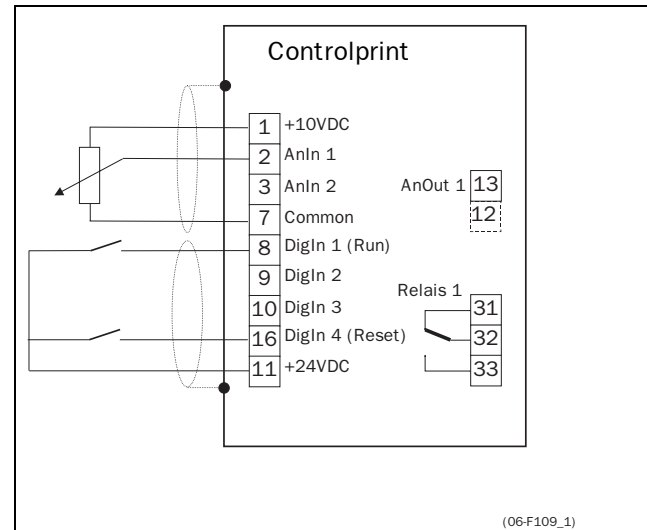

Fig. 2 Minimaal benodigde bedieningsbedrading.
- Om de motor te laten lopen, moet er een referentiewaarde en een startcommando worden ingevoerd. Zie ook Fig. 2.
Fig. 2 toont de minimaal noodzakelijke bedieningsbedrading om te kunnen beginnen. Ingang AnIn1 wordt gebruikt met een 2 kOhm potentiometer. Om de regelaar te starten, kan een Run-commando worden gegeven op de ingangen (DigIn1). De potentiometer fungeert als frequentiereferentie (standaardwaarde).